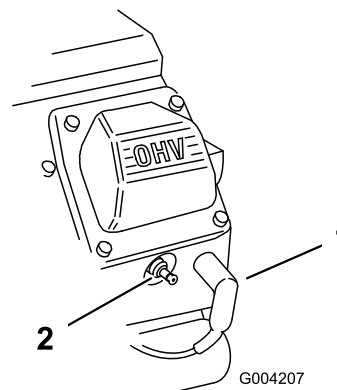

Figura 24
2. Desconecte los cables de las bujías (Figura 24).
3. Conecte los cables a las bujías (Figura 24).